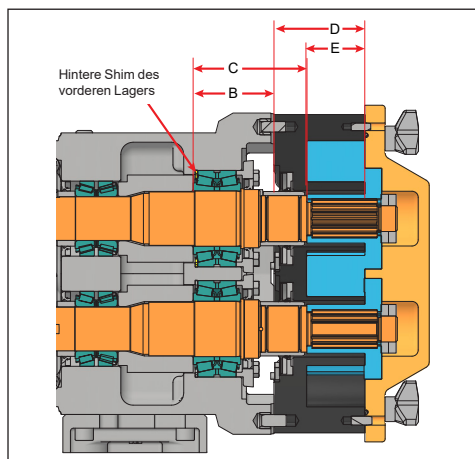

Abbildung 84 - B, C, D und E messen
4. Ist eine Berechnung der korrekten Ausgleichsscheiben (Shims) für Austauschwellen, für Lager oder für beides erforderlich, siehe Abbildung 84 und Abbildung 84; führen Sie die Messungen und Berechnungen mit einer Genauigkeit von drei Dezimalstellen durch (z. B. 0,059).
- Messen Sie „B“ im Getriebegehäuse und „C“ an der Welle (Abbildung 84).
- Messen Sie „D“ und „E“ am Gehäuse (Abbildung 84).
(Textboxen für Abbildung 84 und Abbildung 84)